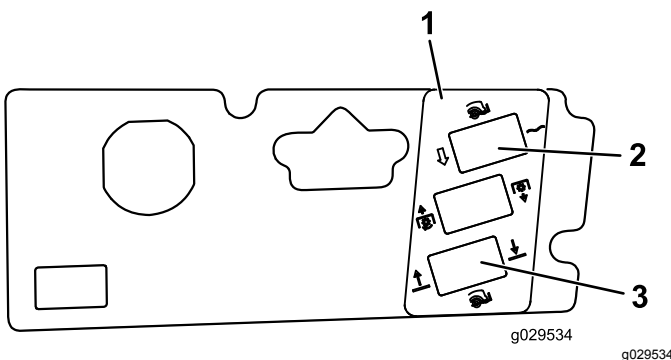

Figura 24
8. Limpe a superfície do painel e fixe o autocolante em torno dos furos expostos (Figura 24).
9. Insira os interruptores nos respetivos orifícios de montagem (Figura 24).